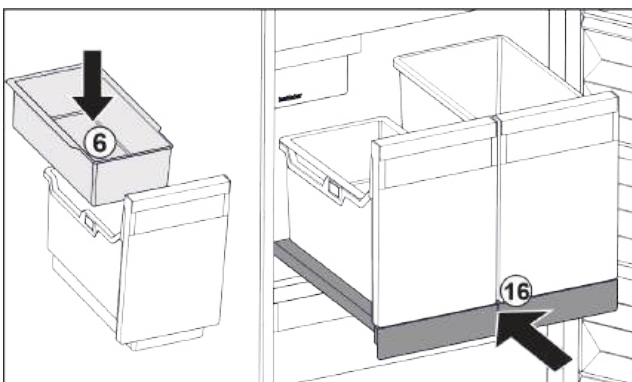

Fig. 87
- Einhängeschale Fig. 87 (6) für Eiswürfel einsetzen.
- Auszugsbord mit Behälter (IceTower) einschieben. Fig. 87 (16)